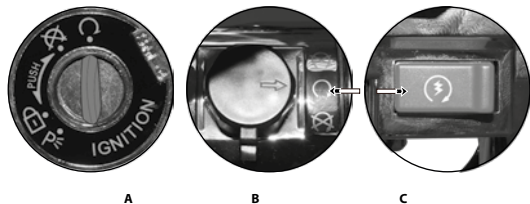

Imagen 31. Encendido de motor.
5. Girar la llave a la posición . Ver imagen 31-A.
8. Girar el interruptor cortacorriente en la posición . Ver imagen 31-B.
10. Presionar la palanca de freno y oprimir el interruptor de arranque eléctrico para dar marcha al motor. Ver imagen 31-C.